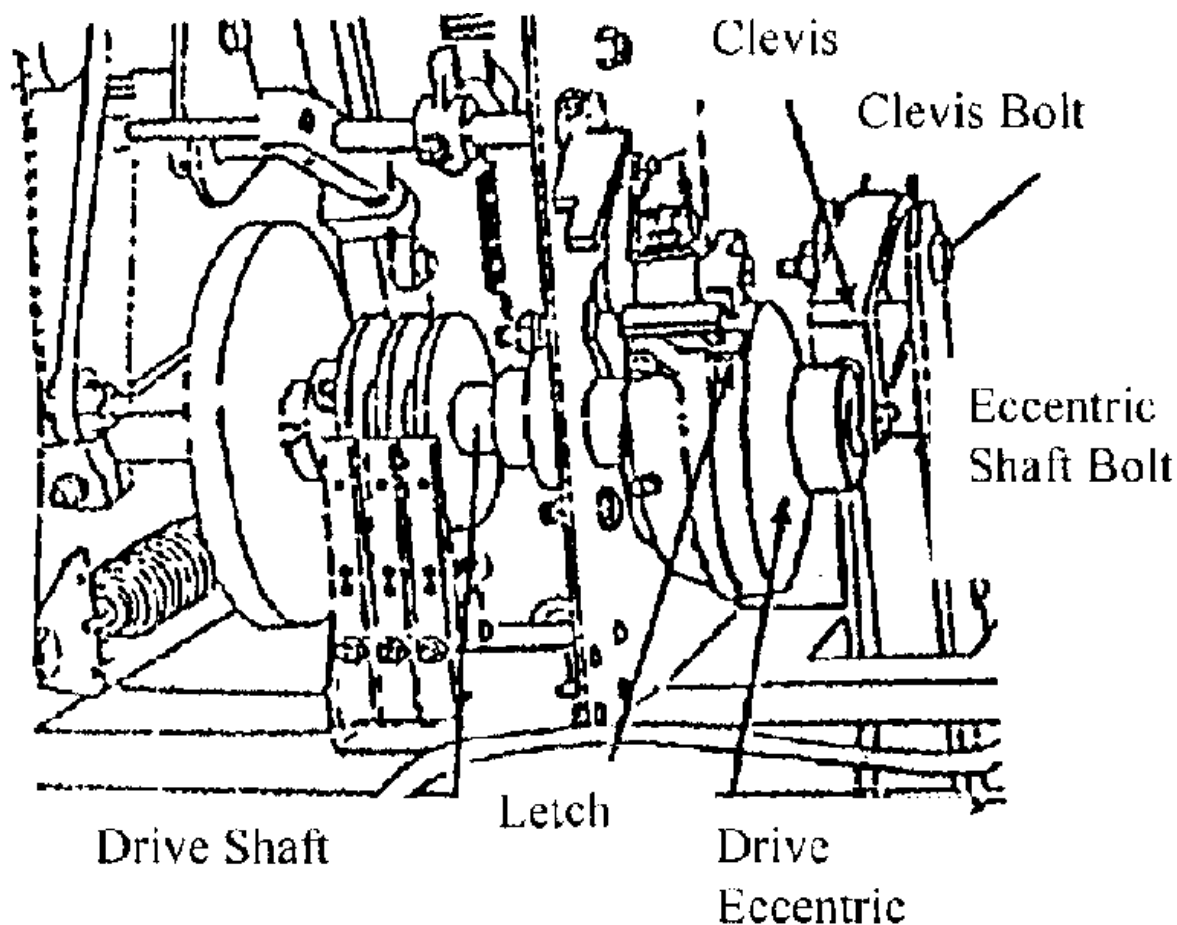

Рисунок 2
1.6 Ведущий эксцентрик стола (рисунок 2)
4. Открутите болты соединительной скобы (см. рис. 2).
1. Во время установки, пока соленоид притянут, освобождается привод стола и защелка (см. рис. 2) таким образом, чтобы она смогла перемещаться вместе с кулачком; кегли из рамы с ячейками перемещаются на кегельный желоб устанавливающего устройства (суппорта).